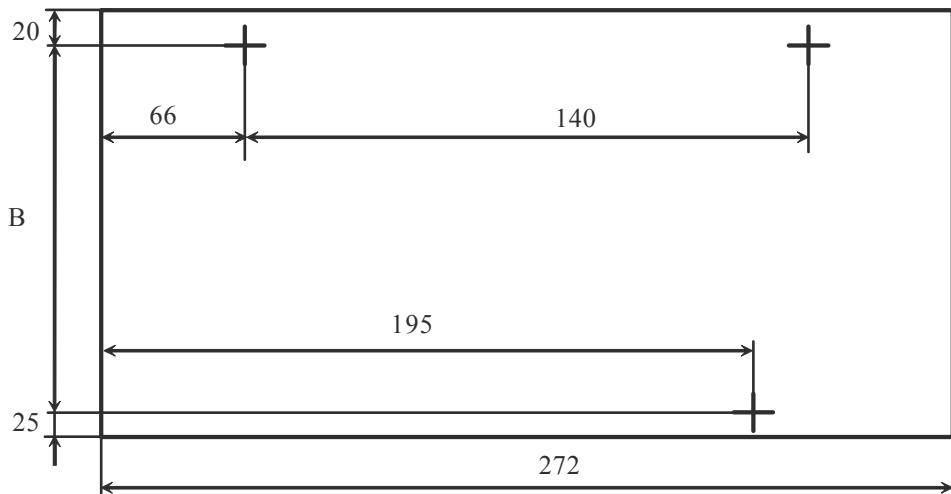

Рисунок 2-4 Разметка для крепления МБ с MP на стене.
2.3.3. Закрепить прибор на стене. Для этого сделать разметку на выбранном участке стены (см. Рисунок 2-4 и Таблица 2-2), ввернуть два верхних шурупа, повесить на них прибор и закрепить одним шурупом сквозь отверстие внутри отсека коммутации.